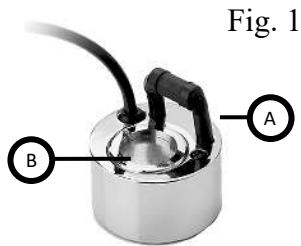
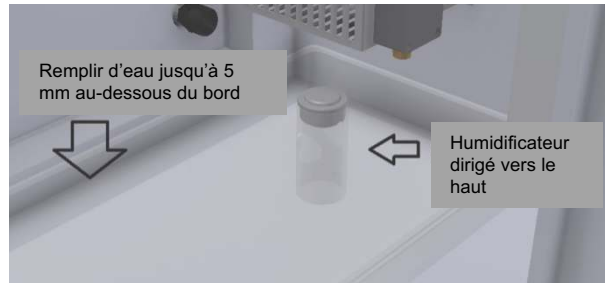

Fig. 1
Fig. 2
4. Remplissez le bac à eau jusqu'à 5 à 10 mm au-dessous du bord avec de l'**eau FROIDE propre du robinet**. (L'utilisation d'eau douce ou bouillie (une fois refroidie) permettra de prolonger la durée de vie du ventilateur) Insérez l'humidificateur (fig.1) dans l'eau près du ventilateur (fig.2).